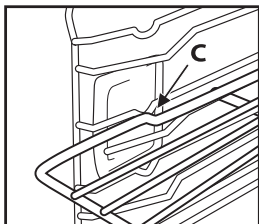

Fig. 3
3. Coloque a grelha na posição horizontal e empurre-a até estar completamente introduzida "C" (fig. 3).